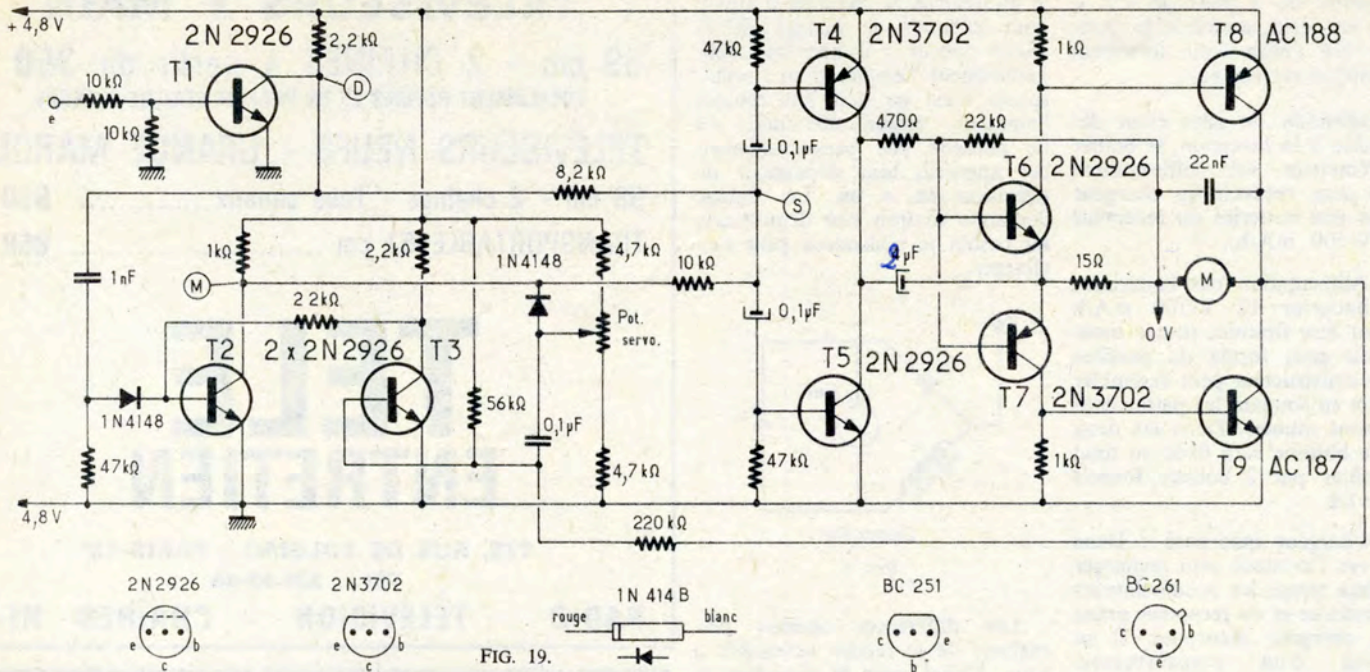

FIG. 19.
I. - ANALYSE DU SCHEMA. (des amplificateurs de servos) - (Fig. 19)